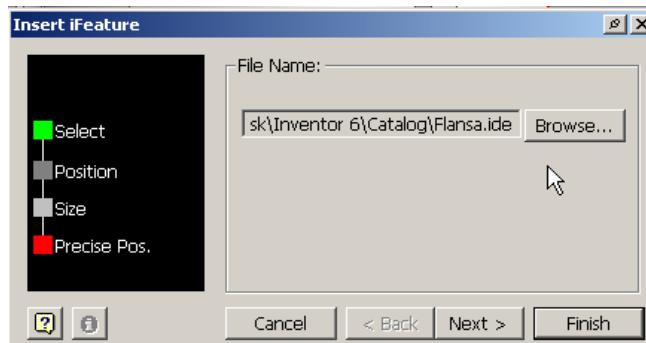

Figura 2.17.38.
- se puntează icoana **Insert iFeature** din panelul **Part Features** activează afişarea fereastra cu acelaşi nume, figura 2.17.38, prin care se execută procedura de inserție, care are 4 pași; **Select** - selectarea iFeature de inserat, **Position** - poziționarea iFeature, **Size** – specificarea mărimilor definitorii ale iFeature, **Precise Position** - oferă posibilitatea fixării poziției iFeature prin dimensiuni și constrângeri; se poate trece la pasul următor prin butonul **Next**, se poate reveni la pasul anterior prin butonul **Back**, se renunță la inserare prin butonul **Cancel** sau se finalizează inserarea prin butonul **Finish**;
- pasul **Select**, figura 2.17.38 - prin butonul **Browse** se deschide directorul catalogului iFeature, unde se poate selecta iFeature dorită, printr-o fereastră similară cu cea din figura 2.1.7.31; în cazul de față se va selecta fișierul **Flansa.ide**;